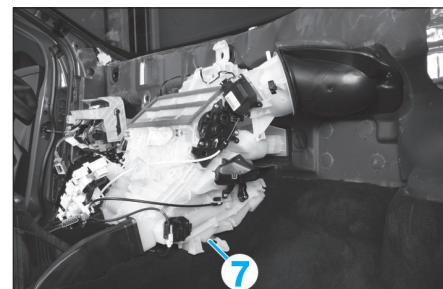

Fig. 14
- Désaccoupler le tuyau d'évacuation des eaux de condensation (7) (Fig.14).